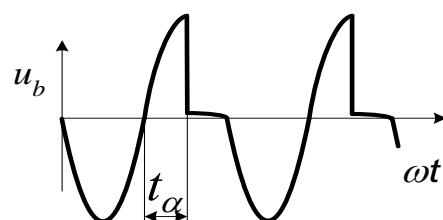

Рис.6. Временная диаграмма напряжения на тиристоре  $u_b$  для определения угла управления  $\alpha$
з) снять регулировочную характеристику тиристора  $U_d=f(\alpha)$  для диапазона регулирования угла  $\alpha$  определенного в п.3, в. Для этого переключить тумблер  $SA1$  обратно в верхнее положение, замкнув индуктивность нагрузки  $L_h$ . Между клеммами  $X2$  и  $X4$  подключить модуль «Вольтметров» для измерения напряжения на нагрузке  $U_d$ . Вход  $CH2$  осциллографа подключить к гнезду  $X3$ , а корпус ( $\perp$ ) – к клемме  $X14$  - напряжение на тиристоре  $u_b$ . Изменяя ток управляющего электрода  $I_G$ , осуществлять регулирование угла управления  $\alpha$ . По осцилограмме  $u_b$  определять угол управления в соответствии с рис.6 и выражением (1)